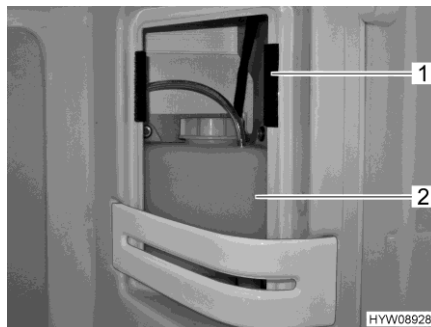

Fig. 172 Vase d'expansion (chauffage à eau chaude)
- Retirer le couvercle du vase d'expansion (Fig. 172,2), en haut à droite de la douche. Le couvercle est fixé avec un bande velcro (Fig. 172,1).